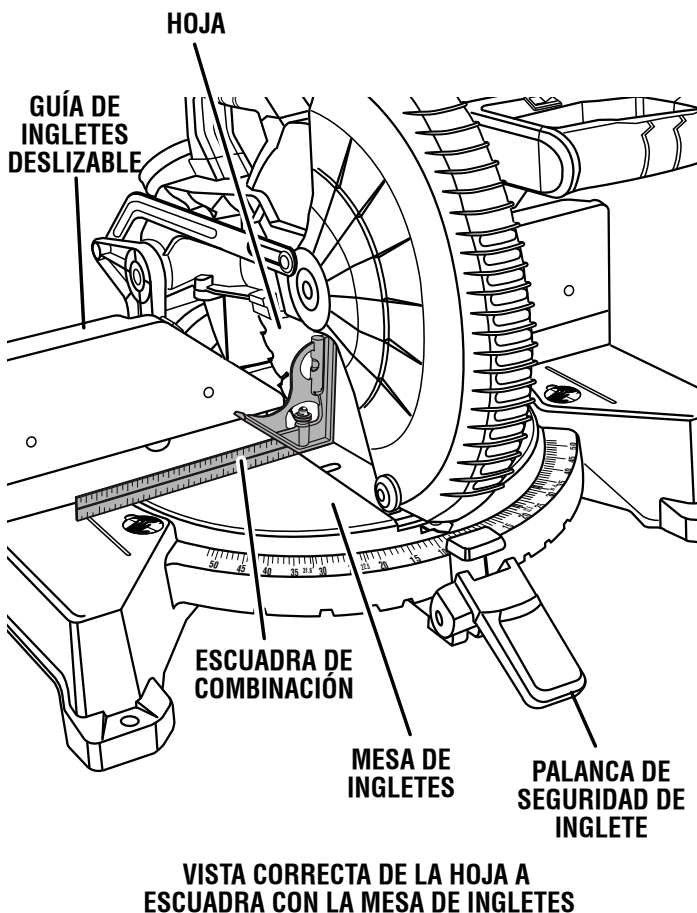

Fig. 21
- El borde de la escuadra y la hoja de la sierra deben estar paralelas, como se muestra en la figure 21.